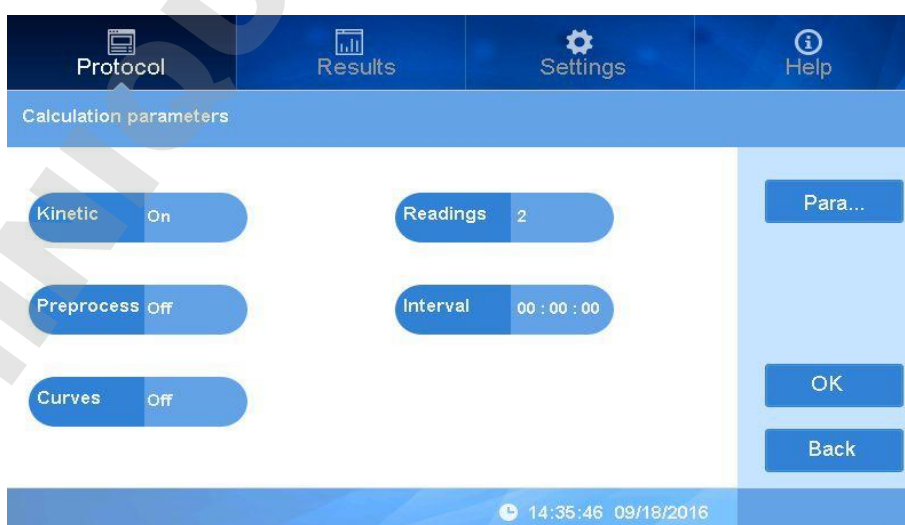

fig 26
- Dans "Programs", cliquez dans l'espace blanc près de "Calculate" pour lancer "Calculate parameters". Cliquez sur le bouton à côté de Kinetic pour choisir Open (*ouvrir*) ou Close (*fermer*). Vous pouvez régler les paramètres quand le bouton est sur "On"(Fig 26).